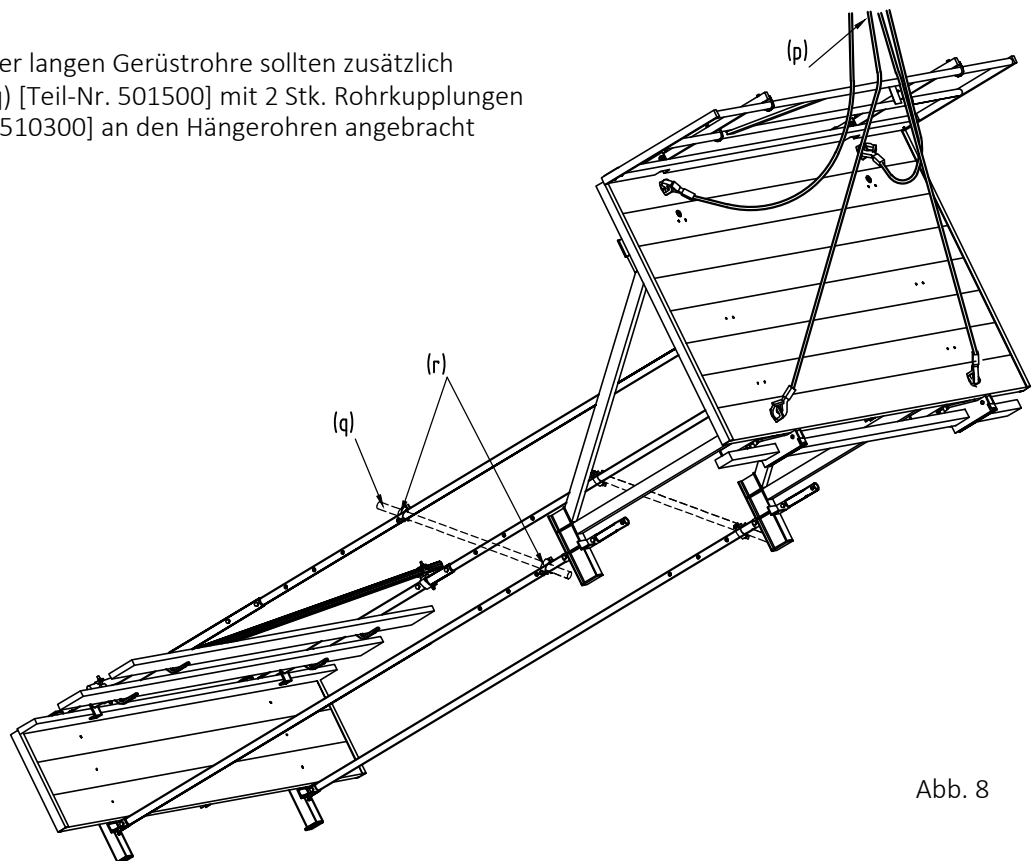

Abb. 8
- 8 Vierfach-Krängehänge (p) an den im Belag versenkten Bügeln einhängen. Richtstützen vom Untergrund und von der Arbeitsbühne lösen und Arbeitsbühne mit untergehängter Bühne langsam hochziehen (s. Abb. 8).